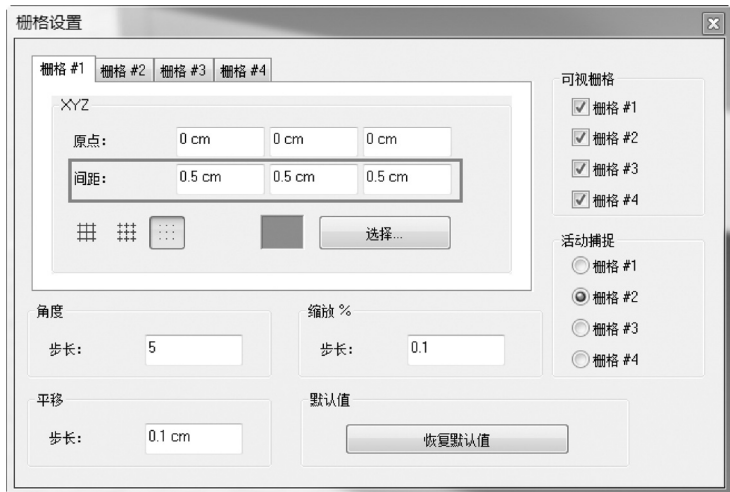

图 5-9 设置栅格#1 间距
- 2) 选择“栅格#1”选项卡，设置间距为“0.5cm”“0.5cm”“0.5cm”，如图 5-9 所示，随后退出“栅格设置”对话框。